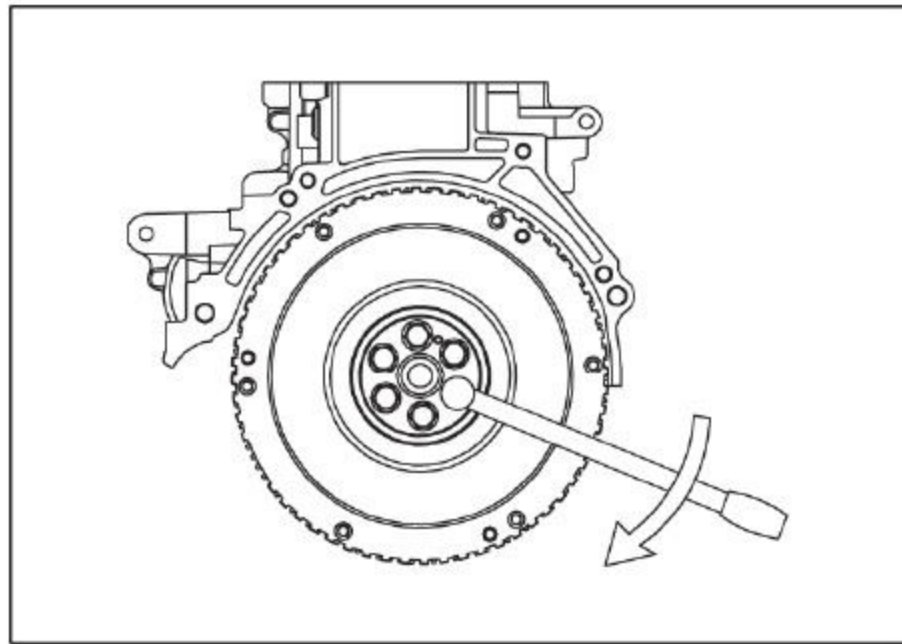

图12-3-22 安装飞轮总成
- 安装飞轮总成，如图12-3-22所示，保证摩擦面干净，无油污。